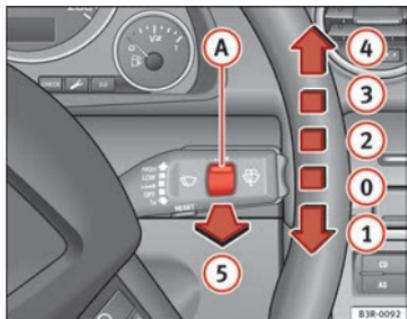

Fig. 101 Manípulo do limpa pára-brisas
O manípulo do limpa pára-brisas ⇒ Fig. 101 tem as seguintes posições:
Com as luzes ligadas, accione o varrimento automático do limpa / lava pára-brisas ⇒ Fig. 101 (5) puxando a alavanca durante mais de 1 segundo.